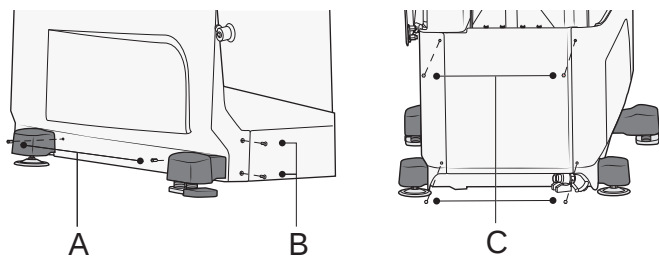

Figure 137
1. Fixez les panneaux latéraux intérieurs à l'aide des deux vis (A) sur les côtés ainsi que les deux vis (B) du côté tête, puis soulevez-les verticalement. Voir Figure 137.